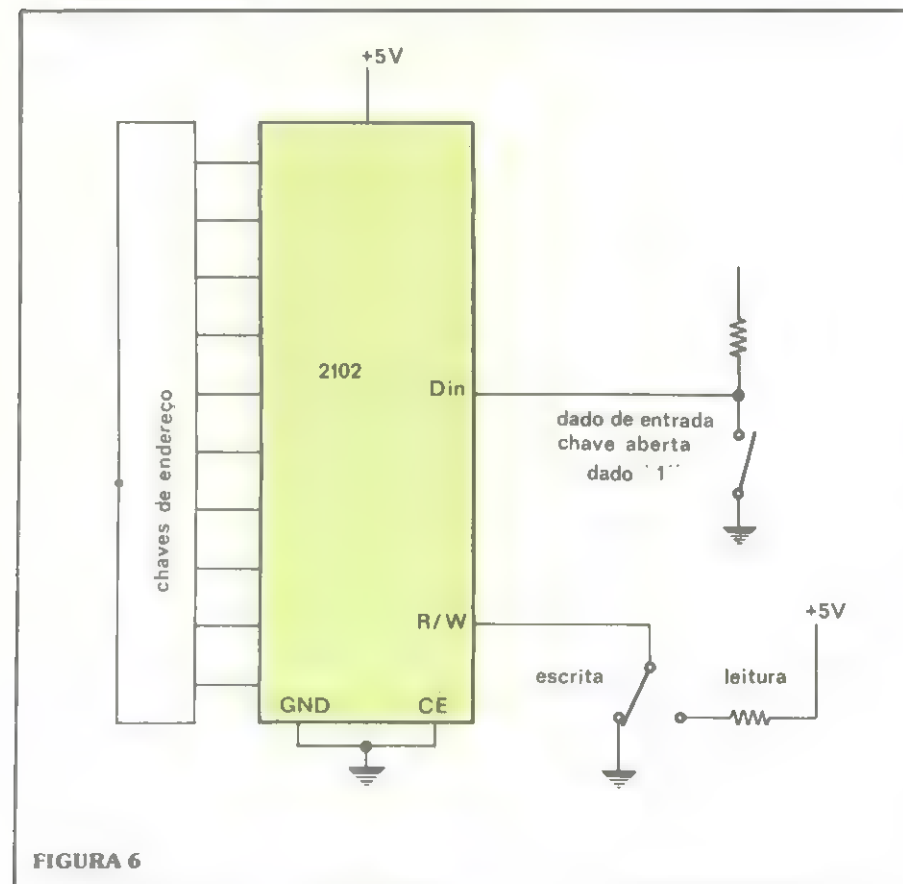

FIGURA 6
B) — Para escrever um «1» na célula 19, procedemos da seguinte forma (figura 6):